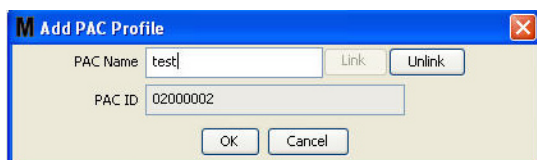

Рис. 115
5. Идентификатор регулятора пневматического насоса отобразится в поле «PAC ID» [ИД регулятора] (Рис. 115). Нажмите кнопку «OK» [ОК], чтобы закрыть окно и сохранить изменения.
Обратите внимание, что кнопка «Link» [Связать] (Рис. 115) больше неактивна; зато, стала активной кнопка «Unlink» [Отменить связь]. Если нажать кнопку «Unlink» [Отменить связь], связь между регулятором пневматического насоса и ПК системы Matrix разорвется.